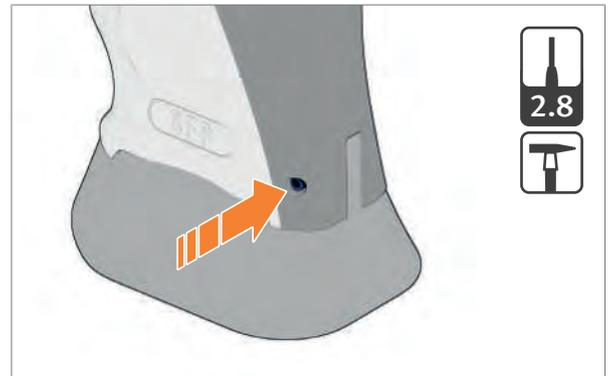

Abb. 22: Spannstift für Griffücken austreiben
1. Spannstift für Griffücken mit Durchtreiber austreiben (Abb. 22).